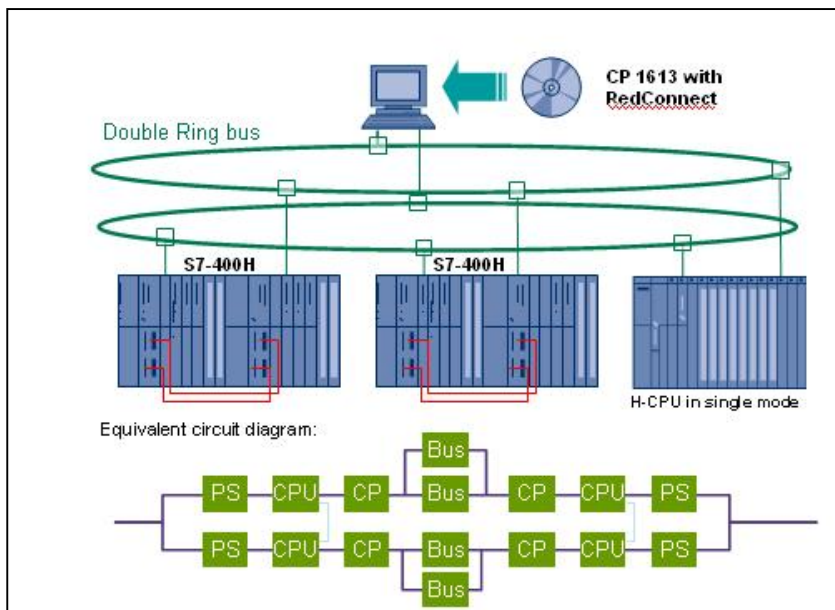

图 3-5 H 系统以太网结构(五)
(5)在 H 系统的每个机架上分别插入 1 块 CP443-1 组成以太双环网,如图 3-5 所示: